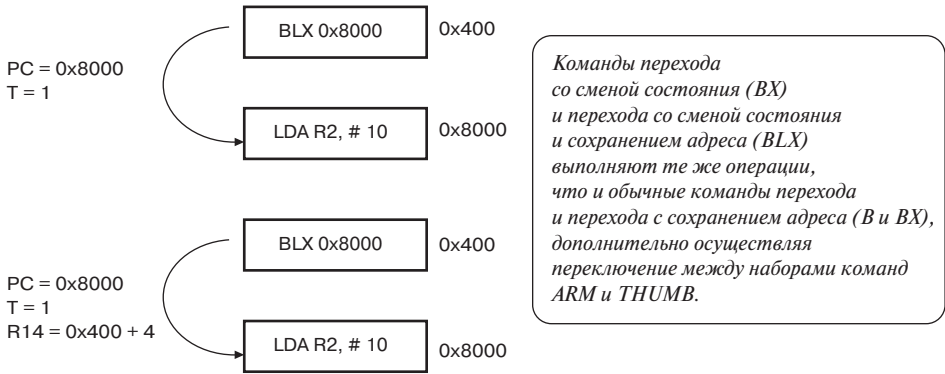

Рис. 1.11. Команды перехода BX и BLX.
Таким образом, команда перехода с сохранением адреса используется в качестве команды вызова подпрограмм, сохраняющей адрес возврата в регистре связи. Для возврата из подпрограмм можно использовать команду обычного перехода, выполняющую переход по адресу, находящемуся в регистре связи. Используя флаги условий, мы можем выполнять условные переходы и условные вызовы подпрограмм. Существует еще две разновидности команды перехода: «переход со сменой состояния» (BX) и «переход со сменой состояния и сохранением адреса» (BLX). Эти команды выполняют те же операции, что и предыдущие команды, но при этом еще и выполняют переключение с набора команд ARM на THUMB и обратно (Рис. 1.11).